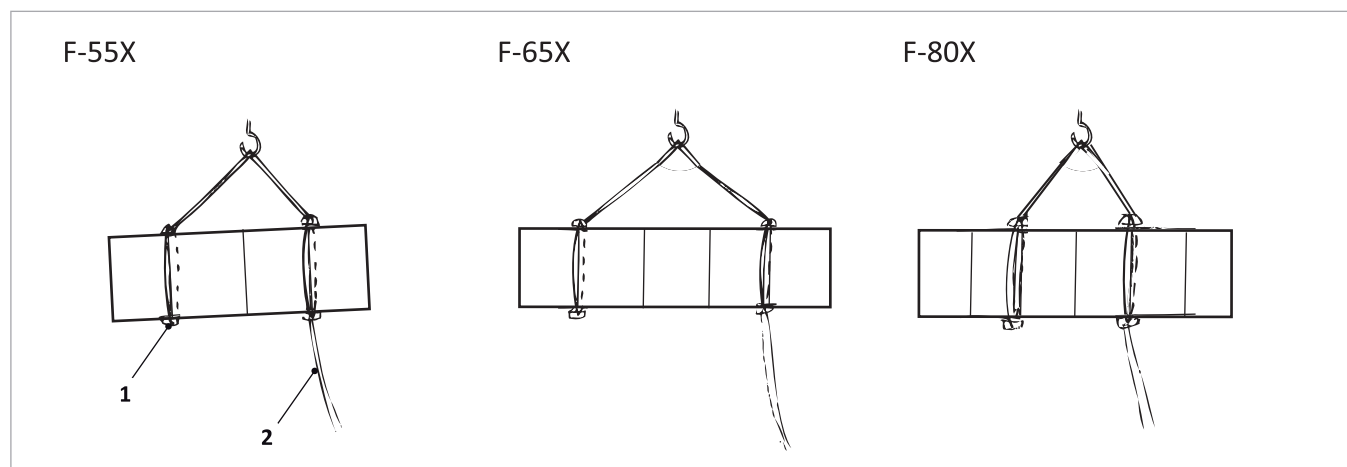

Fig. 2: SolvisFera - Posizione dei bloccaggi e delle slitte
- Fissare i bloccaggi e le slitte secondo ➔ Fig. 2 al collettore.